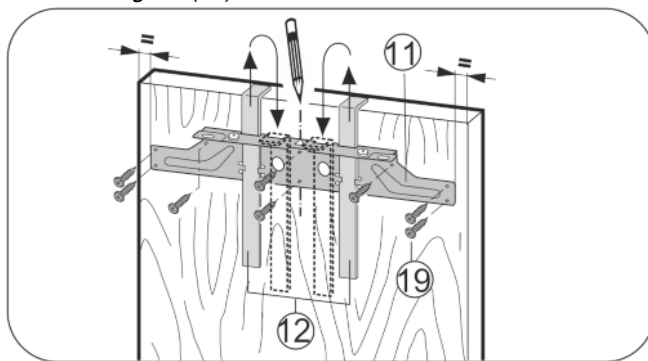

Fig. 26
- ▶ Окачете крепежната траверса Fig. 26 (11) с помощните детайли Fig. 26 (12) към вътрешната страна на вратата на шкафа.
- ▶ Нивелирайте крепежната траверса Fig. 26 (11) в средата на вратата.
- ▶ Закрепете крепежната траверса Fig. 26 (11) с най-малко 6 винта Fig. 26 (19).
- ▶ Завийте крепежната траверса Fig. 26 (11) най-малко с 4 винта Fig. 26 (19) по ръба.
- ▶ Издърпайте нагоре помощните елементи за монтажа Fig. 26 (12) и ги поставете в обратно положение в намиращите се в съседство отвори.